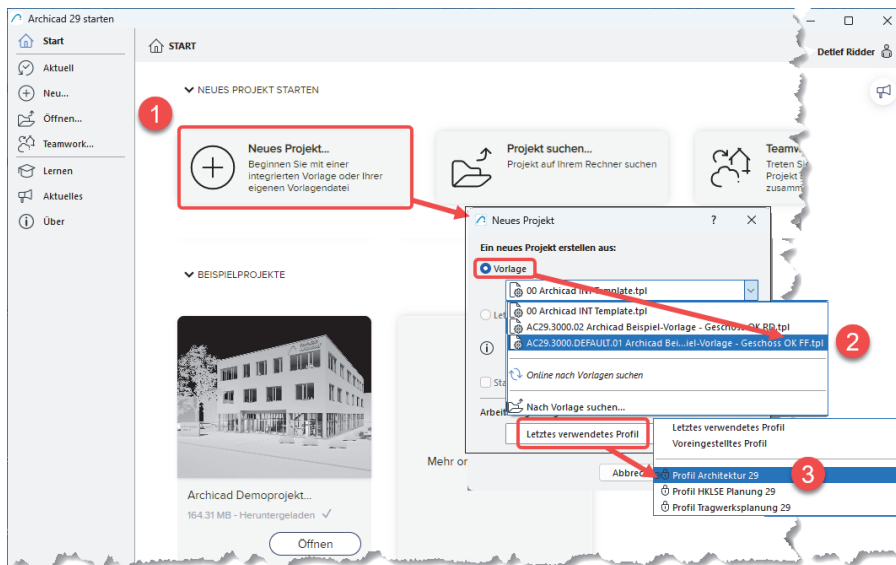

Abb. 1.3: Start-Dialogfenster bei Archicad
Nach Programmstart erscheint das Start-Dialogfenster (Abbildung 1.3). Hier wählen Sie, ob Sie ein neues Projekt beginnen wollen (= NEUES PROJEKT) oder eine bestehende Konstruktion fortsetzen wollen (= PROJEKT SUCHEN). Sie könnten sich auch an einem Team-Projekt beteiligen, wenn der BIM-Server installiert und gestartet ist. Für die erste Konstruktion wählen Sie hier NEUES PROJEKT ❶.